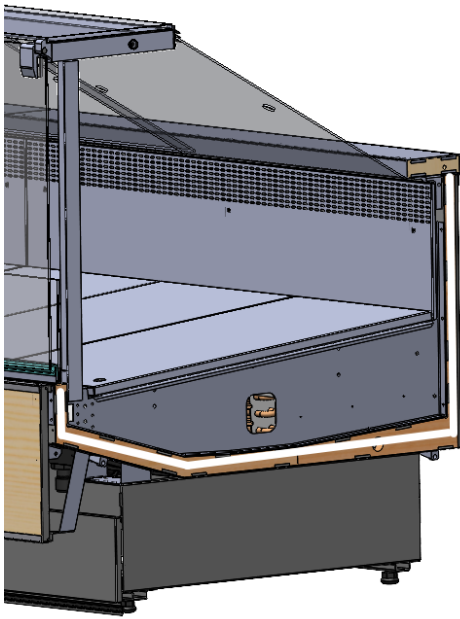

рис. 1
1. Установить стойки суперструктуры на кронштейны, прикрутить винтами М6х12 с полукруглой головкой, рис. 1.
1. Обклеить торцы стыкуемых витрин лентой поролоновой 30х6, входящей в комплектацию витрин (рис.1).